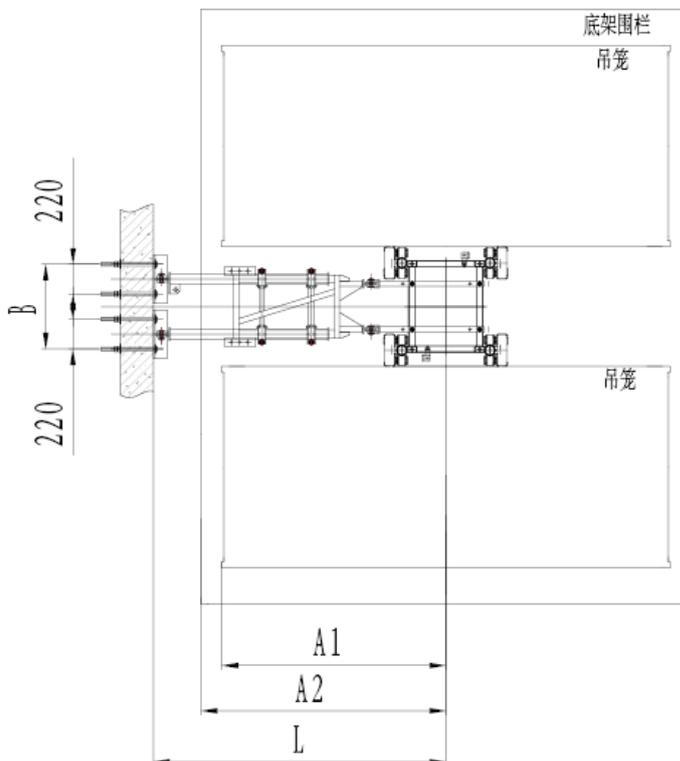

图3.2-4 IID-VA型通用附着装置A中V型用示意图
1) 附墙距离 $L=3000\sim 3600\text{mm}$ 、墙体连接宽度 $B=1500\text{mm}$ ，如图3.2-4所示；
2) 更换部分零部件，可转换为VA型附墙使用，原附着装置小联接架、后联接杆可通用，附墙距离 $L=1700\sim 2000\text{mm}$ 、墙体连接宽度 $B=610\text{mm}$ ，如图3.2-4所示。